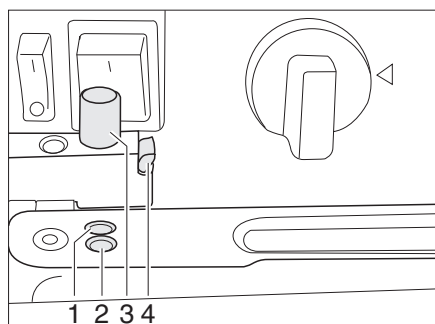

Fig. 92 Bloccaggio della porta del frigorifero
**Apertura:** ■ Premere lateralmente sulla sicura di colore verde (Fig. 92,4) per sbloccare la porta. Il nottolino (Fig. 92,3) scatta all'infuori.
■ Premere il nottolino (Fig. 92,3) in modo che scatti nel foro esterno (Fig. 92,2).
■ Premere il nottolino (Fig. 92,3) in modo che scatti nel foro interno (Fig. 92,1). In questo modo la porta del frigorifero rimane ferma in posizione socchiusa.